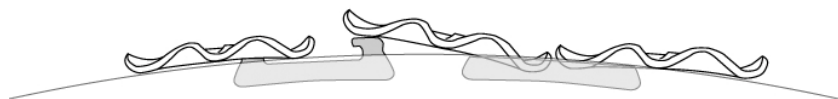

Fig. 4
4. Pomaknuti auto unaprijed toliko koliko je potrebno da zadnja slobodna pločica dotakne prvu pločicu blokiranu sa plastičnim stezačem (Fig. 4).